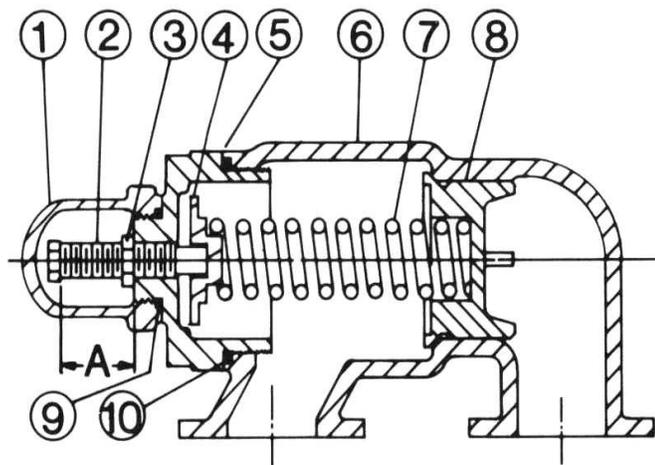

FIGURE 12
2. Misurare e prendere nota della lunghezza di estensione della vite di regolazione. **Fare riferimento ad "A" nelle figure 12 e 13.**